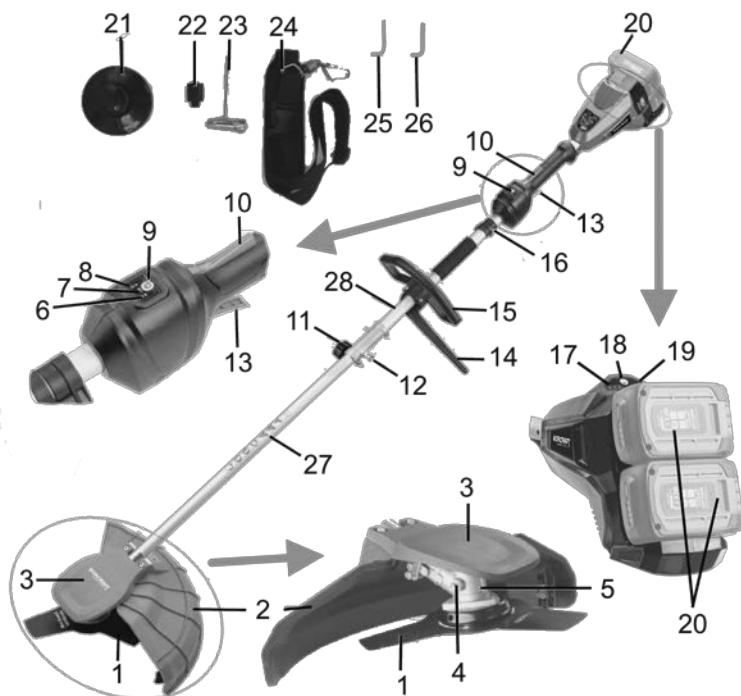

Рисунок 1
3.2.1 Прикладіть кронштейн нижньої частини штанги (28, рисунок 1) до основного захисного кожуха (2, рисунок 1), сумістивши дві пари відповідних отворів між собою.
3.2.2 Прикладіть верхній захисний кожух (3, рисунок 1) зверху до кронштейна штанги, також поєднавши відповідні отвори та вставте в них два болти з комплекту постачання.
3.3.1 Зніміть гумовий захисний ковпачок (22, рисунок 1) з нижньої частини штанги.
3.3.2 Витягніть стопорний штифт (12, рисунок 1) з'єднувального вузла на верхній частині штанги, потім поверніть його проти годинникової стрілки та відпустіть, щоб він залишився витягнутим.
3.3.3 Вставте кінець нижньої частини штанги в отвір з'єднувального вузла верхньої частини штанги, поєднавши відповідний отвір з віссю стопорного штифта. Після цього поверніть стопорний штифт (12, рисунок 1) за годинниковою стрілкою й відпустіть його. Якщо стопорний штифт не зафіксувався в отворі, злегка повертайте/переміщуйте нижню частину штанги, поки стопорний штифт не зафіксується в отворі.
3.3.4 Затягніть гвинт фіксації (11, рисунок 1), щоб зафіксувати з'єднання двох частин штанги.
3.5.6 Заблокувавши вал, за допомогою Т-образного торцевого ключа (23, рисунок 1) затягніть затисну гайку проти годинникової стрілки для надійної фіксації ножа.